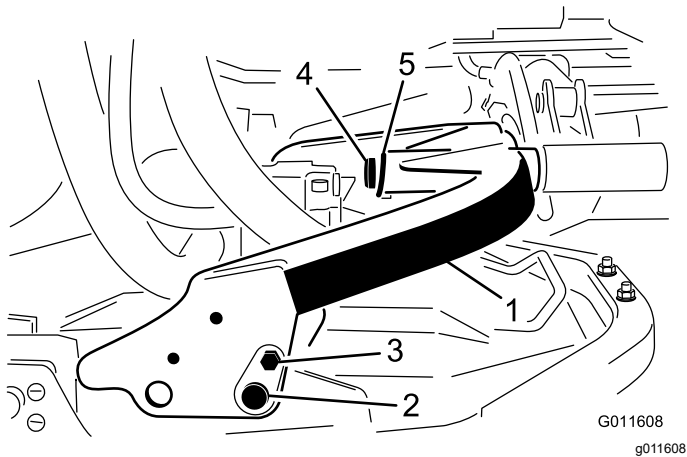

图 2
1. 旋转承载架并用平销、螺栓和螺母将其固定到刀盘架。按照图 2 所示放置。
注意 对于后滚刀组向前旋转承载架图 2。对于前滚刀组向后旋转承载架。